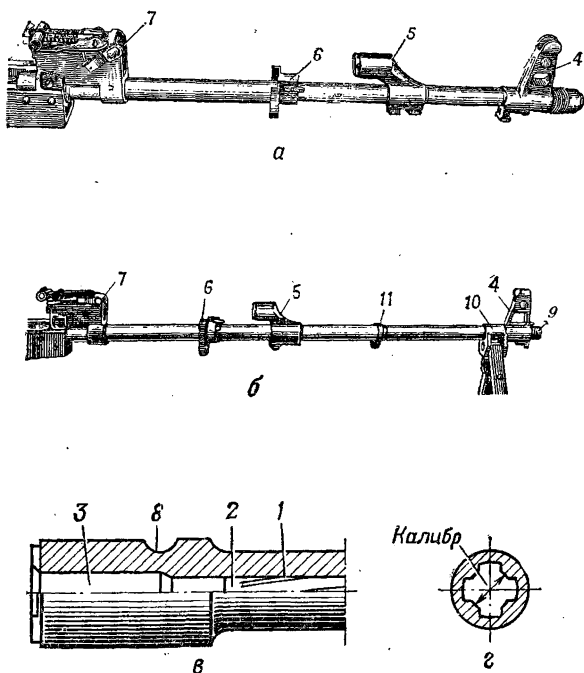

Рис. 27. Ствол:
11. Ствол (рис. 27) служит для направления полета пули. Внутри ствол имеет канал с четырьмя нарезами, выющимися слева вверх направо. Нарезы служат для придания пуле вращательного движения. Промежутки между нарезами называются полями. Расстояние между двумя противоположными полями (по диаметру) называется калибром канала ствола; у автомата (пулемета) он равен 5,45-мм. В казенной части канал гладкий и сделан по форме гильзы; эта часть канала служит для помещения патрона и называется патронником. Переход от патронника к нарезной части канала ствола называется пульным входом.